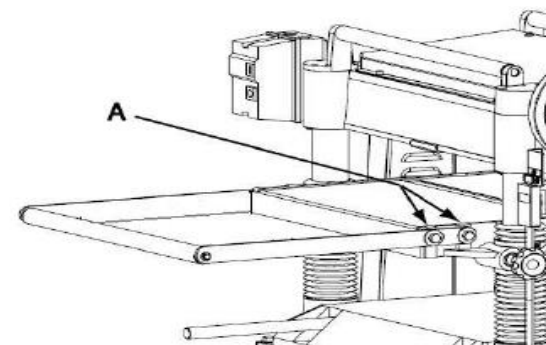

Рис. 6. Стандартный выносной ролик
1. Прикрепить чугунный стол к краю главного стола тремя винтами М8 х 25 с шестигранным шлицем (*Рис. 6а*). Не затягивать полностью.
Рис. 6а. Приставной стол: 1 – поверочная линейка, 2 – винт с шестигранным шлицем, 3 – установочный винт
Короб системы аспирации опилок (*Рис. 6б*) поставляется как стандартное оборудование с моделью рейсмусового станка JWP-208 и обеспечивает чистоту и безопасность рабочей зоны. Он крепится к станку винтами с шайбами, как видно из рисунка.
Рис. 6б: 1 – винт с шестигранным шлицем, 2 – шайба, 3 – короб системы аспирации опилок, 4 – винт с шестигранным шлицем, 5 – шайба